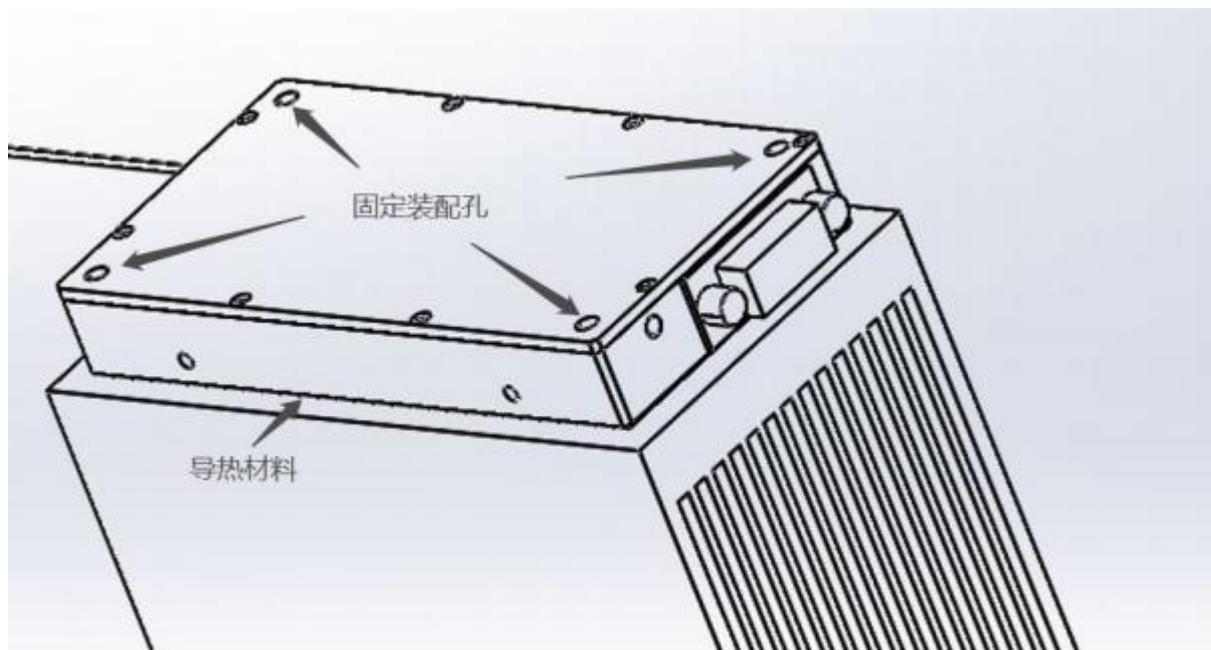

图 4-2 固定
- ① 取出激光器模块和相关配件，散热器和模块之间粘涂导热材料，按图 4-2 所示置于散热器或其他散热部件上，锁紧模块与散热部件固定螺丝。